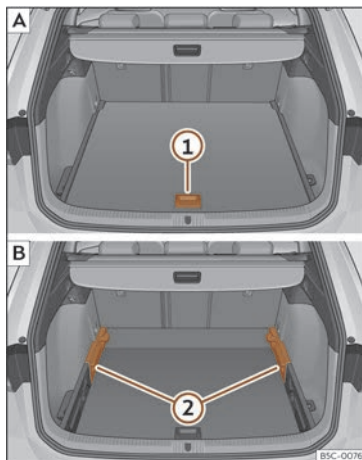

Fig. 179 Terra variable del maleter: **A** posició alta; **B** posició baixa.
- Per passar de la posició baixa a l'alta, aixequiu la base per l'agafador >>> **fig. 179** (1), estireu-lo cap enrere fins que la part davantera de la base sobrepassi totalment els suports (2).
- Feu desplaçar el terra cap endavant sobre els suports fins que topi amb el respall dels seients posteriors i, a continuació, abaixeu la base amb l'agafador (1).
- Per passar de la posició alta a la baixa, aixequiu la base per l'agafador >>> **fig. 179** (1), estireu-lo cap enrere fins que la part davantera de la base sobrepassi totalment els suports (2).
- Deixeu caure la part anterior contra la base i empenyeu la base cap endavant fins que topi amb el respall dels seients posteriors i abaixeu al mateix temps la base amb l'agafador (1).
- Amb el terra variable en posició alta, aixequu-lo per l'agafador >>> **fig. 179** ①, estireu-lo i empenyeu-lo cap al respall dels seients posteriors fins que es plegui per la línia de frontissa i la part mòbil del terra hi descansi a sobre.